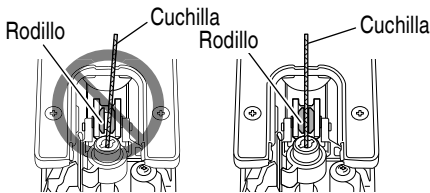

Fig. 9
- No toque la palanca mientras se está moviendo el émbolo. (Fig. 9)